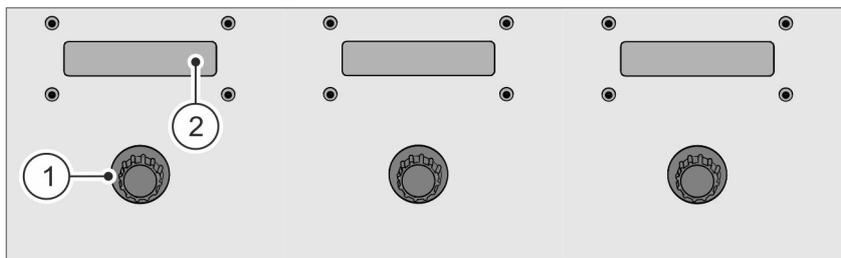

Abb. 36 Drehtaster und Display (Bedieneinheit)
- Drehtaster Abb. 36 / ① für den ausgewählten Abfüllkopf drücken.
- Ein Parameter, z. B. „Füllmenge“, wird am Display Abb. 36 / ② angezeigt.